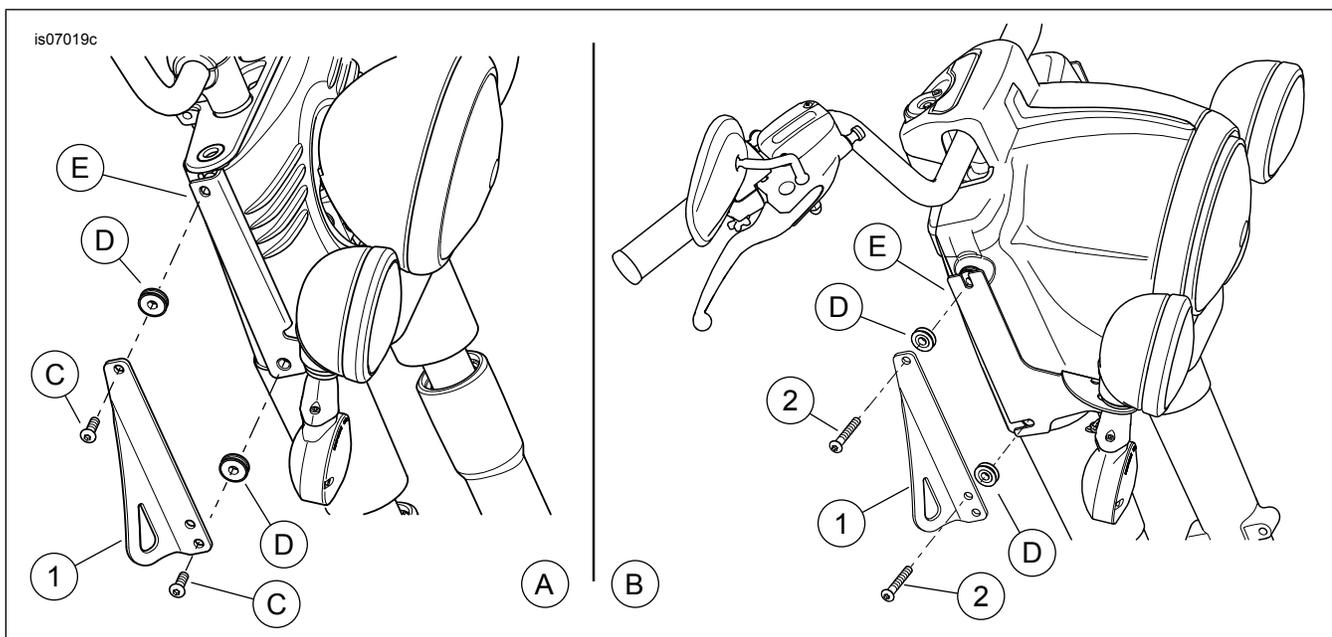

Figura 1. Installazione della staffa di ancoraggio
Vedere Figura 1 e Tabella 1. Questo kit consiste di una staffa di ancoraggio destra e di una sinistra (1), di quattro viti (2) e di queste istruzioni. Sono acquistabili separatamente solamente le viti (N° codice 4219).